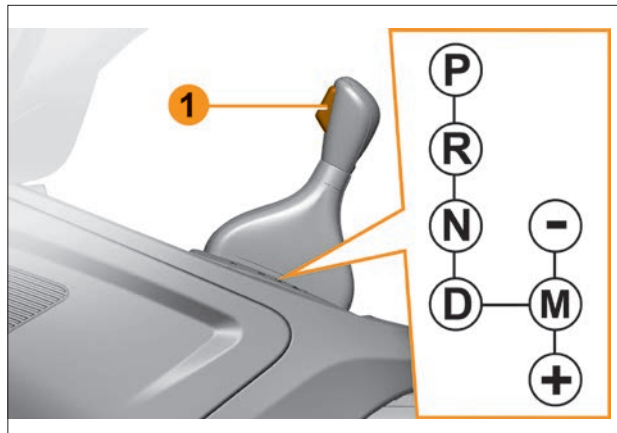
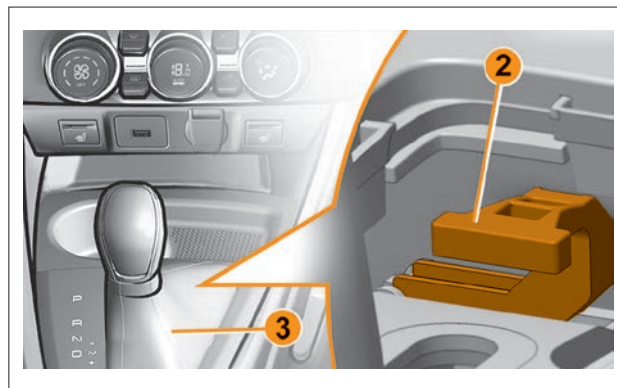

Рис. 5.6.1. Рычаг переключения передач автоматической трансмиссии
Рис. 5.6.2. Скоба разблокировки рычага переключения передач автоматической трансмиссии
Нажмите на педаль тормоза и, нажав на кнопку расфиксации **1** (рис. 5.6.1), переведите рычаг переключения передач в положение **D**, при этом можно почувствовать небольшой толчок (при низких температурах эффект может усилиться), отпустите педаль тормоза и, медленно нажимая на педаль акселератора, начните движение. В большинстве случаев, при обычных условиях движения, Вам больше не потребуется пользоваться рычагом переключения передач: переключение передач будет проходить автоматически в нужный момент и при оптимальной частоте вращения коленчатого вала двигателя, так как автоматика учитывает нагрузку автомобиля, профиль дороги и выбранный Вами режим вождения.
Для перевода рычага переключения передач нужно нажать на скобу принудительной разблокировки **2** (рис. 5.6.2), находящуюся под чехлом рычага, и одновременно нажать на кнопку расфиксации **1** (см. рис. 5.6.1) на рукоятке.
- Нажать вниз на скобу разблокировки **2** (см. рис. 5.6.2) согласно ее расположению.
- Теперь при нажатии кнопки расфиксации **1** (см. рис. 5.6.2) Вы сможете перевести рычаг переключения передач из положения **P** в положение **N**.